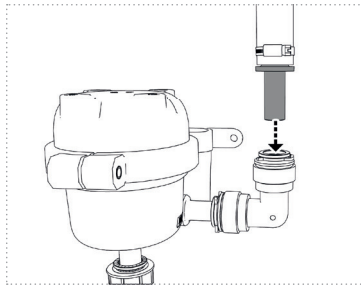
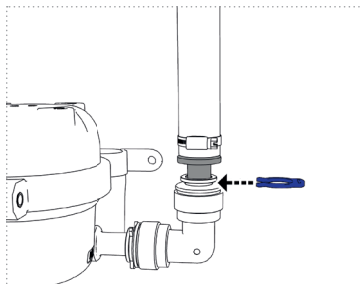

Figure 12a
Figure 13
5. Insérez les tuyaux jusqu'à la butée directement dans les raccords d'eau de l'unité UV (figures 12a et 12b). Dans tous les cas, sécurisez toutes les connexions à emboîtement avec les « bagues de sécurité » fournies dans l'emballage (figure 13).
S'il est nécessaire de détacher une connexion enfichable, procédez comme suit (figure 13). Enlevez d'abord l'anneau de sécurité (1). Poussez l'élément de retenue avec les doigts ou à l'aide d'une aide au détachement (par ex. anneau de sécurité) vers l'arrière et maintenez-le (2). Le tube/tuyau enfiché peut maintenant être retiré (3).